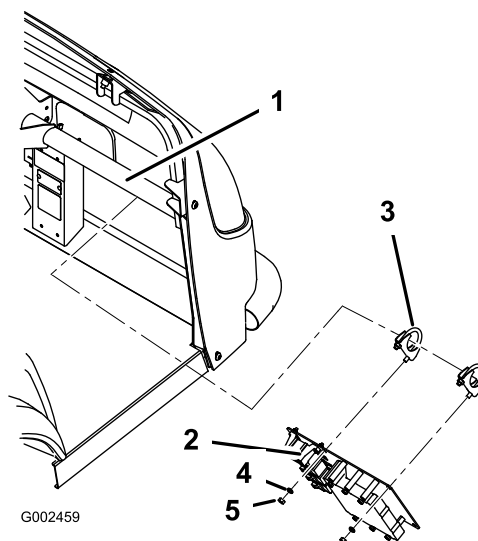

Figure 11
C. Pour le système de pulvérisation Workman 200, fixez la plaque de montage avec 2 étriers filetés (5/16 x 3/4 pouce) 2 écrous (5/16 pouce) et 2 rondelles de blocage (5/16") comme illustré à la Figure 11.